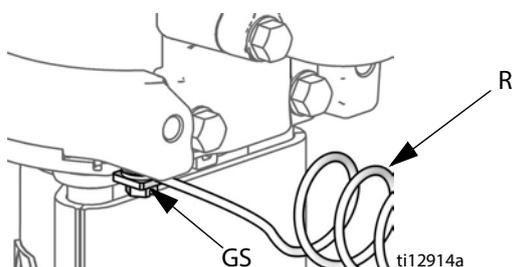

Рис. 2. Винт и провод заземления
1. Насос: См. Рис. 2. Убедитесь, что винт заземления (GS) вставлен в пневмомотор и надежно затянут. Подсоедините другой конец провода заземления (R) к точке фактического заземления.